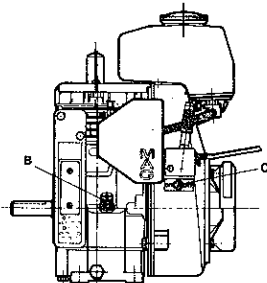

Fig. 1
Handelsübliches Bleibenzin (Oktanzahl mind. 86 ROZ) durch einen Siebtrichter in den Kraftstofftank füllen. Mit Hilfe des Oelmessstabes (B, Bild 1) den Ölstand messen, Motor waagrecht abgestellt. Hierzu Oelmessstab ganz hineinschrauben. Der Ölstand soll nicht unter dem unteren und nicht über dem oberen Strich am Oelmessstab sein. Luftfilter prüfen; falls nötig, reinigen (bitte Anweisungen gemäß Schmier- und Wartungsplan auf Seite 4 beachten).
- a) Bei Betrieb mit Benzin: Motor auf "Leerlauf" stellen und Abstellknopf drücken (C, Bild 1). Kraftstoffhahn schließen.
- b) Bei Betrieb mit Petroleum: Kraftstoffhahn auf "Benzin" stellen und Motor während 2 - 3 Minuten laufen lassen. Dann Motor auf "Leerlauf" stellen und Abstellknopf drücken (C, Bild 1). Kraftstoffhahn schliessen.